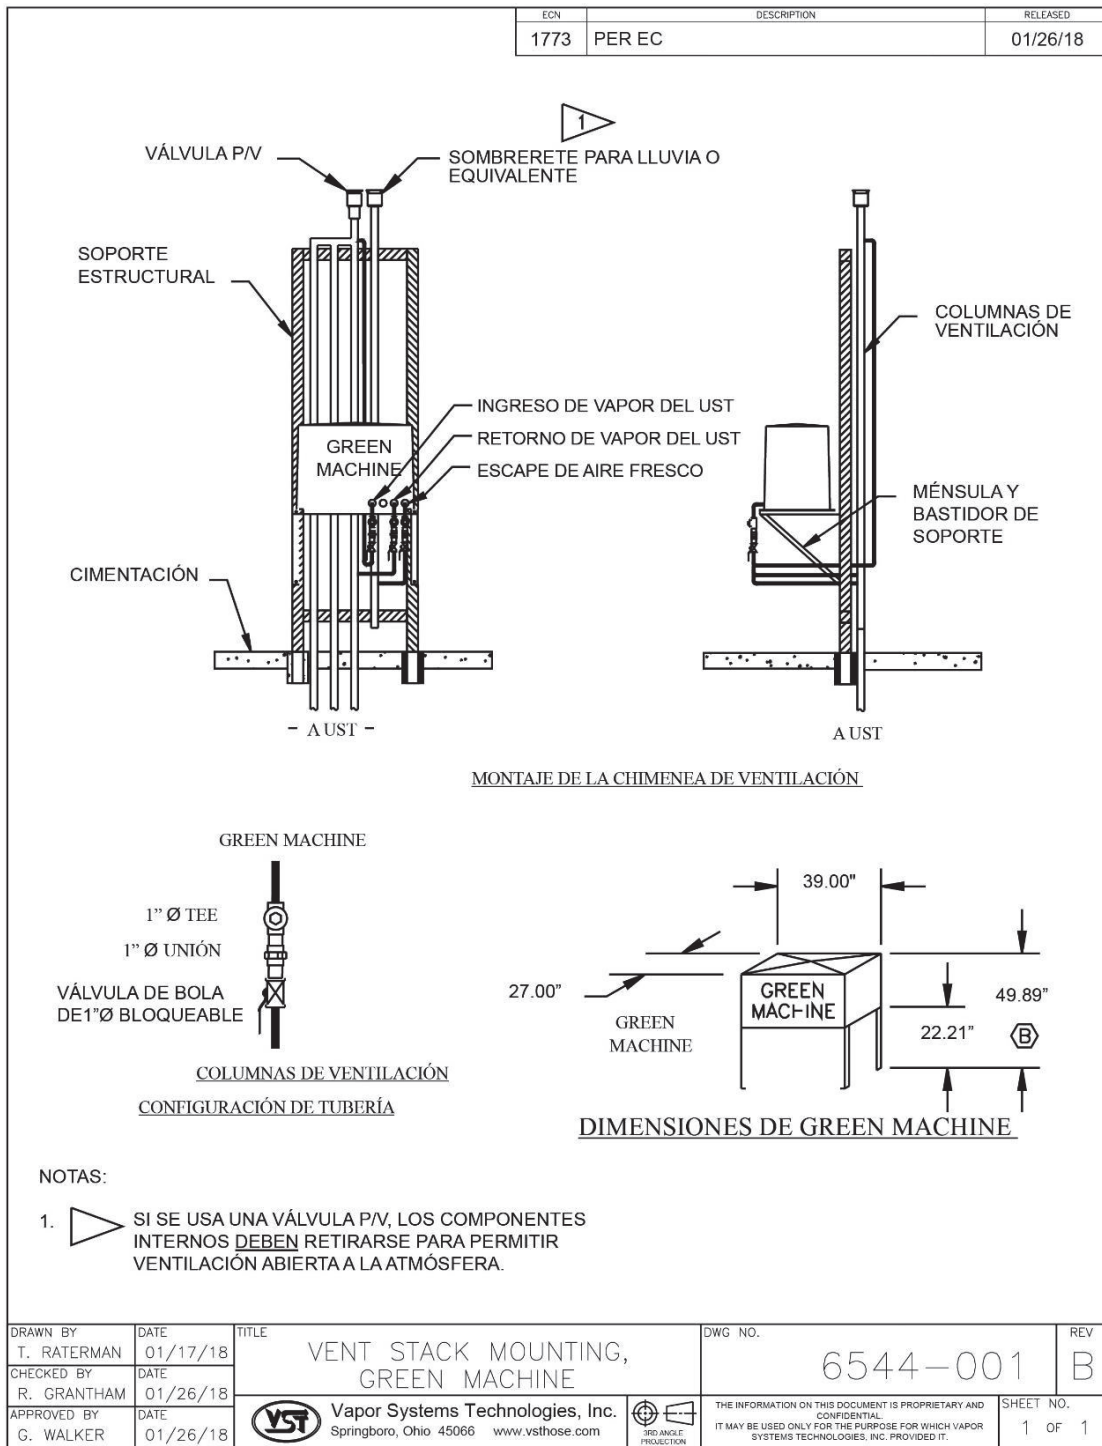

Figura 1-4: Instalación en líneas de venteo
- **Vea la figura 1-4** para la ilustración.